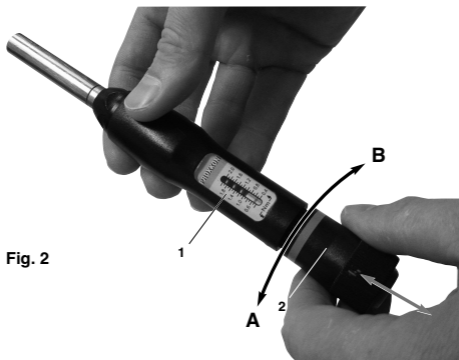

Fig. 2
Vorwählen des Drehmoments (Fig. 2):
1. Den gerändelten Einstellring 2 zum Entriegeln gegen die Federkraft nach hinten aus der Verzahnung ziehen wie in Fig. 2 gezeigt, und durch gleichzeitiges Drehen das gewünschte Drehmoment einstellen. Während der Einstellung kann an der Drehmomentskala 1 das aktuelle Anzugsmoment abgelesen werden. Drehen des Einstellrings in Richtung A vermindert das Anzugsmoment, Drehen in Richtung B erhöht es.
Nach dem Gebrauch am Einstellring 2 (Fig. 2) einen niedrigen Drehmomentwert einstellen, damit die Mechanik entlastet wird.